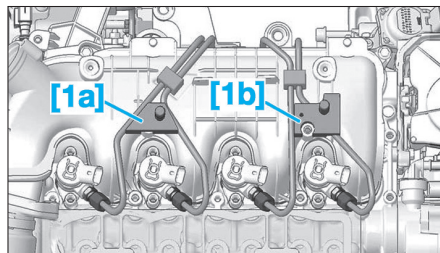

Fig. 44
- Serrer les canalisations haute pression au couple lorsque l'ensemble est en place utiliser les outils [1a] et [1b] (Fig.44).
- Ne serrer les canalisations haute pression au couple que lorsque l'ensemble est en place, utiliser les outils [1a] et [1b] (Fig.44).